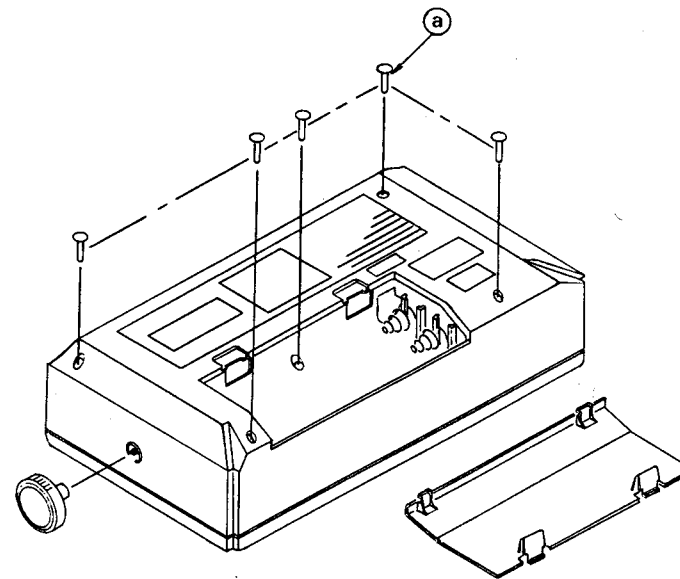

Abb. 1
4. Die mit @ bezeichneten Schrauben herausdrehen. Rückwand unten anheben, Steckverbindungen lösen und Rückwand über die obere Kante abheben. Abb. 1.
4. Remove screws marked @. Lift bottom edge of back panel, unplug connectors and lift back panel off over top edge (see Fig. 1).